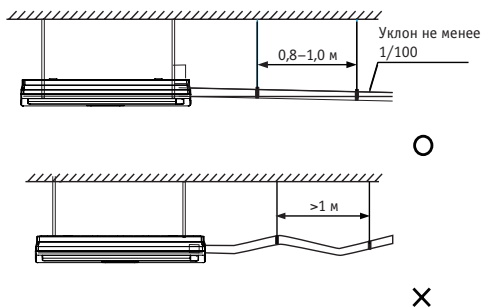

Рис. 7.1
4. Чтобы предотвратить течение воды обратно внутрь кондиционера при выключении системы, дренажная труба воды должна иметь уклон наружу (к стороне слива) более 1/100. Дренажная труба воды не должна провисать и накапливать воду, в противном случае будут возникать посторонние шумы. См. рисунок 7.1.
5. При соединении дренажного трубопровода воды не прикладывайте силу, чтобы протянуть трубы, в противном случае соединения трубопровода всасывания воды ослабнут. В то же время, чтобы предотвратить изгиб труб дренажа воды, предусмотрите опоры через каждые 0,8-1 м. См. рисунок 7.1.